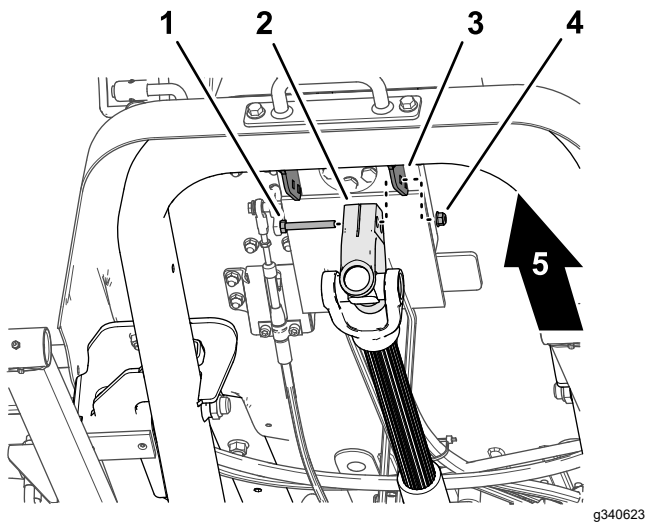

図 14
1. 駆動シャフトを支えながら、駆動シャフトのヨークをステアリングバルブマウントブラケット図 14に固定しているキャップスクリューとロックナットを外し、駆動シャフトを慎重に外す。